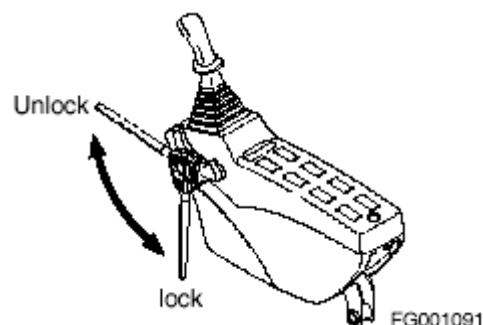

Рисунок 22
3. Установите рычаг блокировки в положение «LOCK» («БЛОКИРОВКА»), см. рисунок 22.